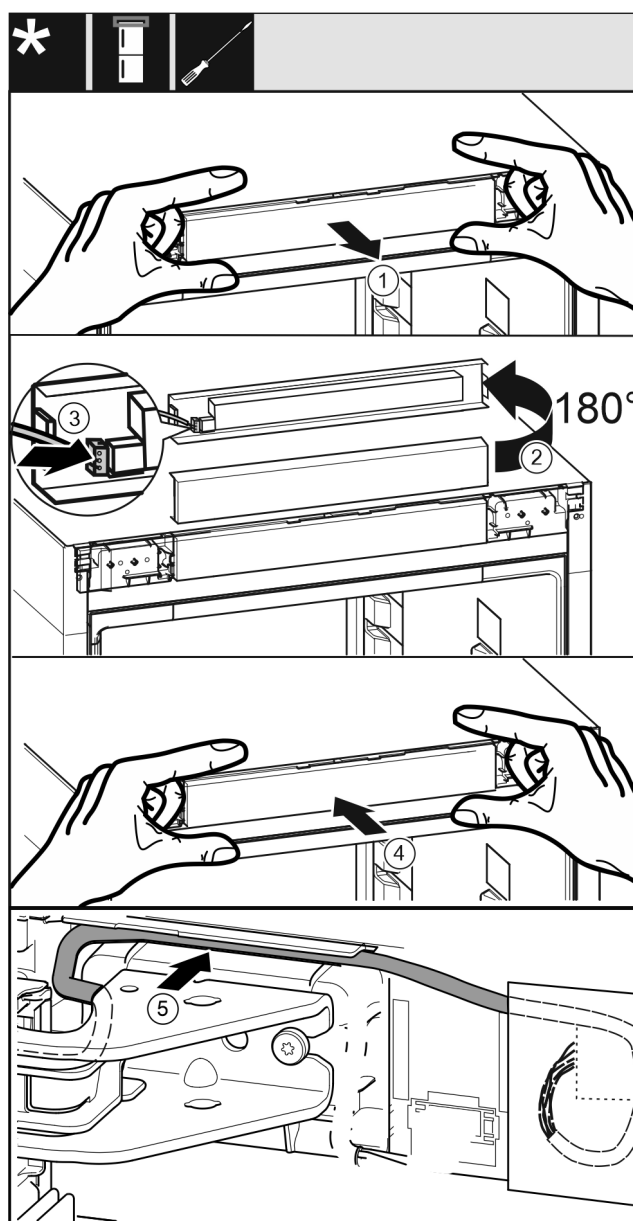

Fig. 60
- Opatrně vyjměte panel Fig. 60 (1).
- ▶ Panel Fig. 60 (2) otočte nahoru o 180°.
- ▶ Zástrčka Fig. 60 (3) zacvakne do panelu.
- ▶ Nasadte panel Fig. 60 (4) zpět na spotřebič.
- ▶ Kabel Fig. 60 (5) opatrně položte ve vedení nad horním stojanem ložiska.